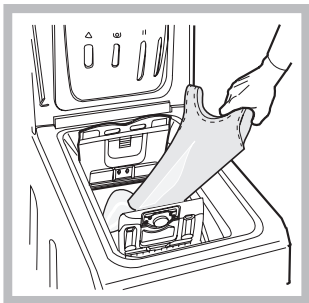

Fig. 3
C) Introduzione biancheria (Fig. 3):